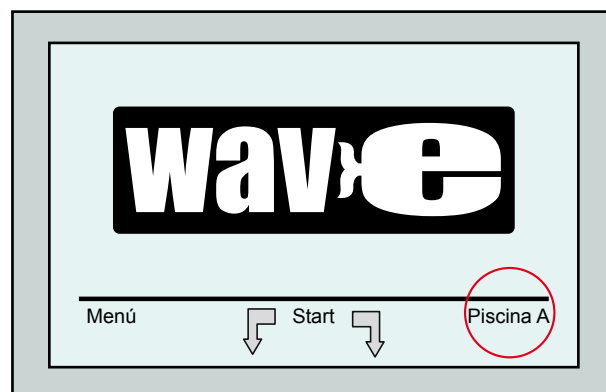

Figura 8: Ecrã Wave mostrando a Piscina A como a configuração padrão
- Ligue a fonte de alimentação. O ecrã do MMI Wave (Figura 8) abre na janela inicial.
1. Vá para o ecrã Wave. "Pool A" aparece como a configuração atualmente definida conforme mostra a Figura 8.
1. A partir do ecrã Wave, pressione a configuração de piscina atualmente exibida do lado direito do ecrã (veja a Figura 8) para abrir o ecrã *Perfil da Piscina*.